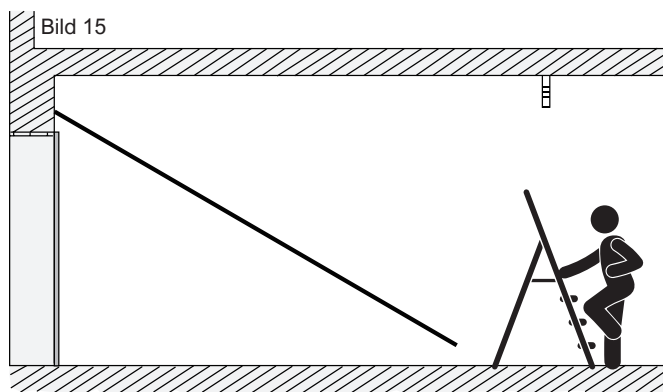

Bild 16
9) In der Nähe der Decke die Winkelhalterung so positionieren, dass die Löcher der Halterung mit den Löchern der Schienenhalterung übereinstimmen (Bild 16/17). Die Befestigungspunkte für die Winkelhalterung an der Decke mithilfe der vorhandenen Schlaufe und der Positionierungsmarkierungen zwischen Winkelhalterung und Schienenhalterung übernehmen. Die Winkelhalterung hat mehrere Löcher; das am besten geeignete Loch markieren.